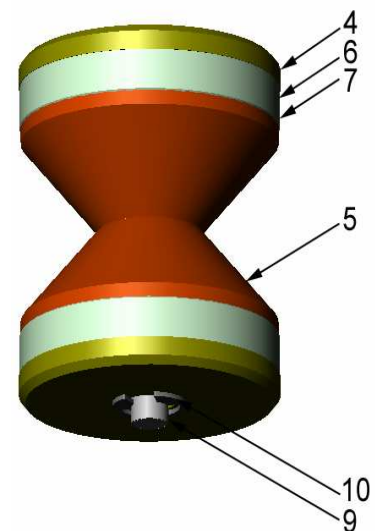

Figure 18
4.11 Fixez toutes les cartouches en installant un e-clip (élément n° 10) sur l'extrémité de la cartouche de la charge relais (voir Figure 18). Fixez les cartouches en serrant l'e-clip.